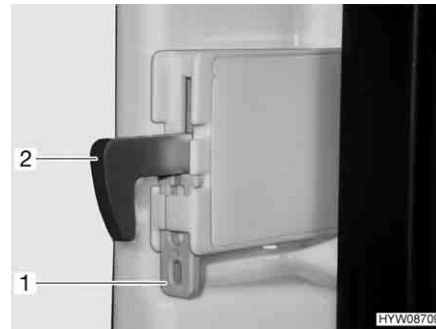

Fig. 181 Fijación del gancho de bloqueo
- Presionar la fijación (Fig. 181,1) hacia arriba. El gancho de bloqueo (Fig. 181,2) se presiona hacia arriba y ya no estará funcionando.
- Presionar el gancho de bloqueo (Fig. 181,2) hacia abajo. El gancho de bloqueo volverá a funcionar.